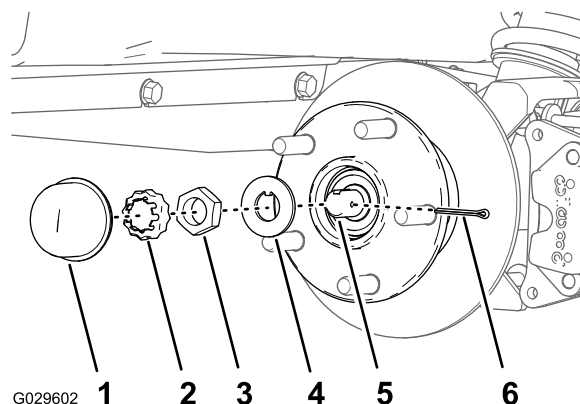
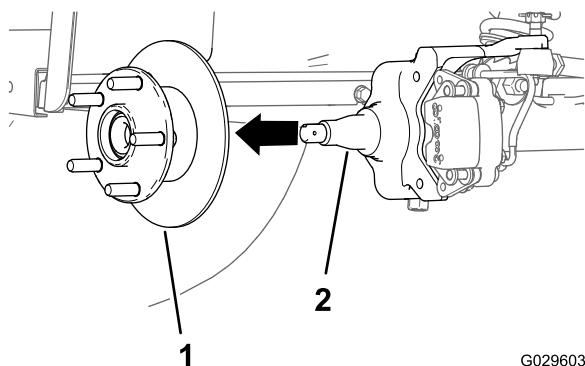

Figure 30
Figure 31
4. Retirez le capuchon antipoussière du moyeu (Figure 30).
5. Retirez la goupille fendue et le frein d'écrou de la fusée et de son écrou (Figure 30).
6. Enlevez l'écrou de la fusée, et séparez l'ensemble moyeu et rotor de la fusée (Figure 30 et Figure 31).